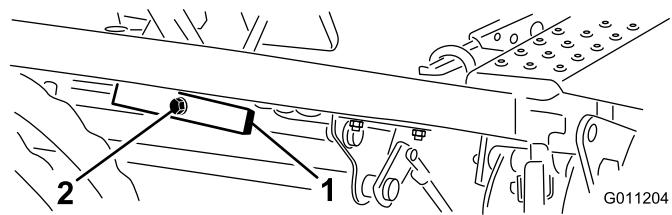

Figura 43
2. Girate la vite eccentrica (Figura 43) per sollevare o abbassare la molla del perno di sollevamento, allineando il perno e i pedali.
1. Allentate il dado sul lato posteriore del perno girevole (Figura 43).